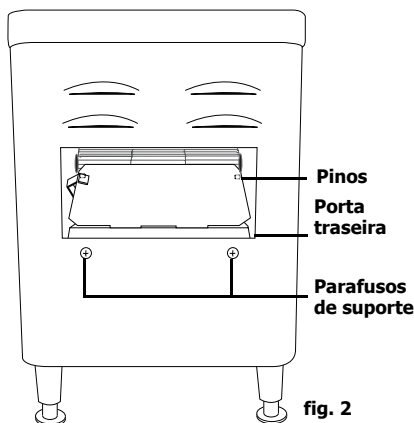

**fig. 1**
2. Coloque as pernas do lado de fora do aparelho **[fig. 1]**.